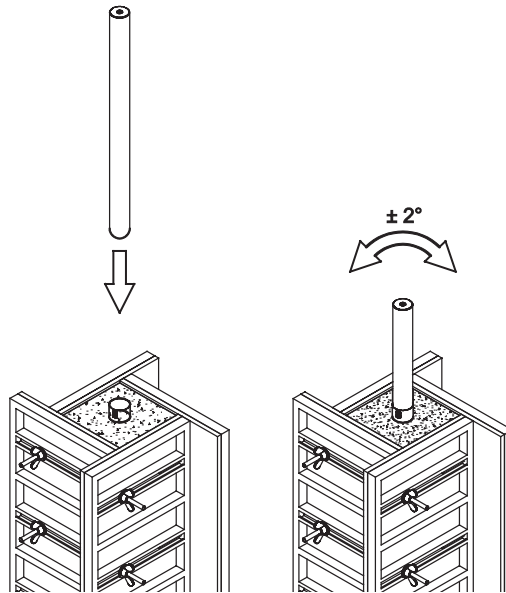

Abbildung 17. Ausrichten der Einbetonierhülse.
2. Entfernen Sie den Kunststoffstopfen von der Oberseite der Einbetonierhülse und verwenden Sie die Ausrichthilfe, um sicherzustellen, dass sich die Hülse in lotrechter Position befindet, siehe Abbildung 17. Es müssen die vorgeschriebenen Toleranzen eingehalten werden.